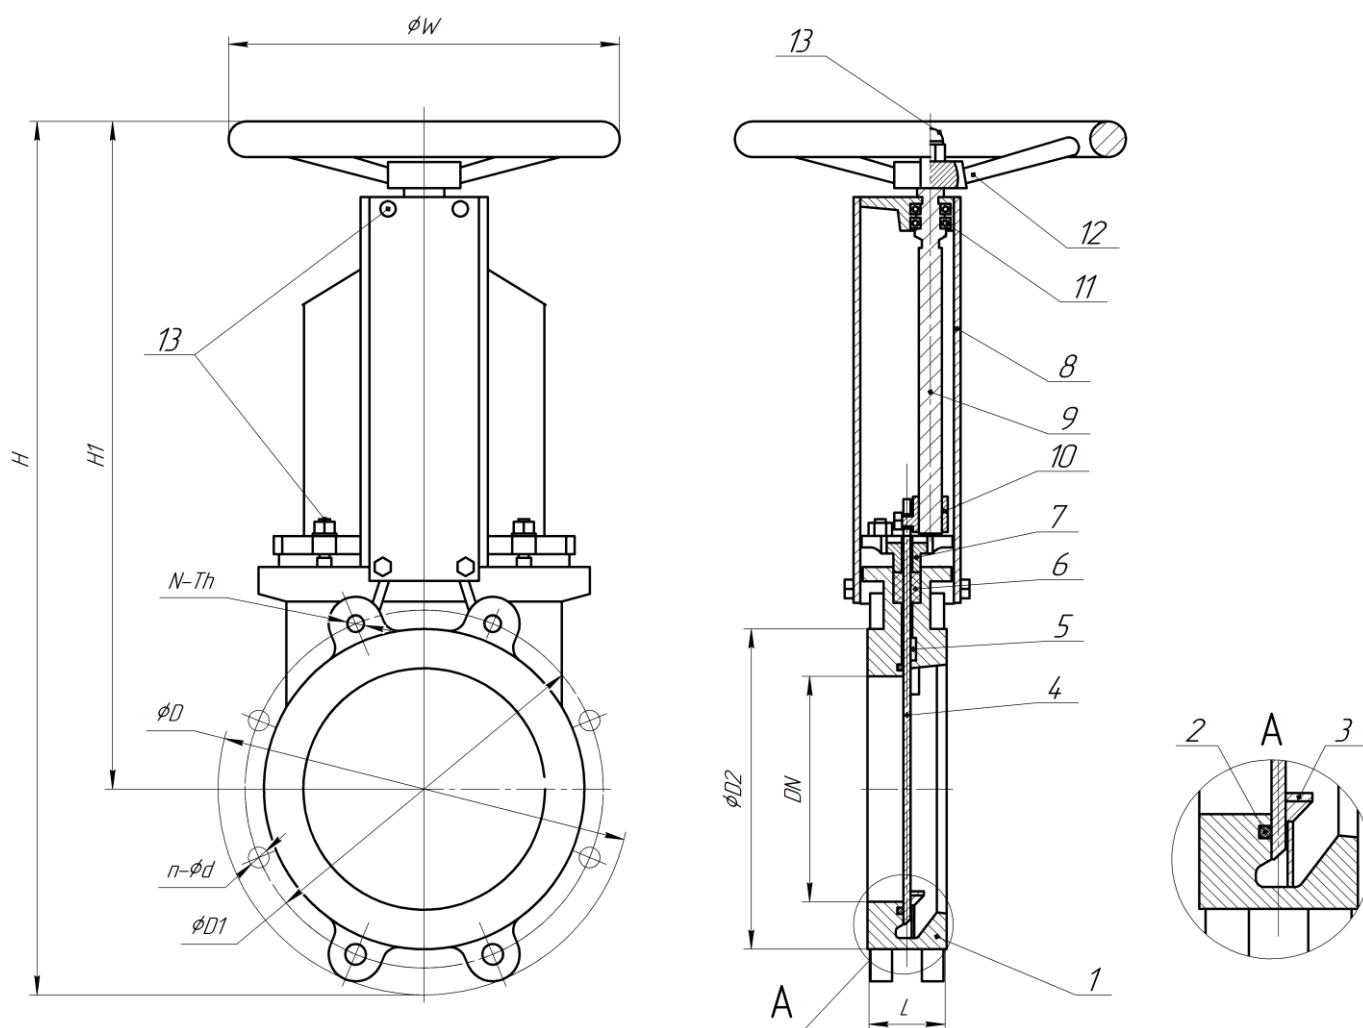

Рисунок 1. Задвижка с маховиком и невыдвижным шпинделем DN50-400
- 7) установить прижимной фланец (7) и равномерно, по перекрестной схеме затянуть гайки, соблюдая одинаковое расстояние между прижимным фланцем (7) и шибером (4) с обеих сторон (рис. 1,2 приложения);
- 9) проверить правильность центровки сальникового уплотнения (6) и плавность хода, выполнив несколько открытий и закрытий задвижки. При обнаружении течи через сальник задвижки, необходимо равномерно подтянуть гайки прижимного фланца (7) (рис. 1,2 приложения).